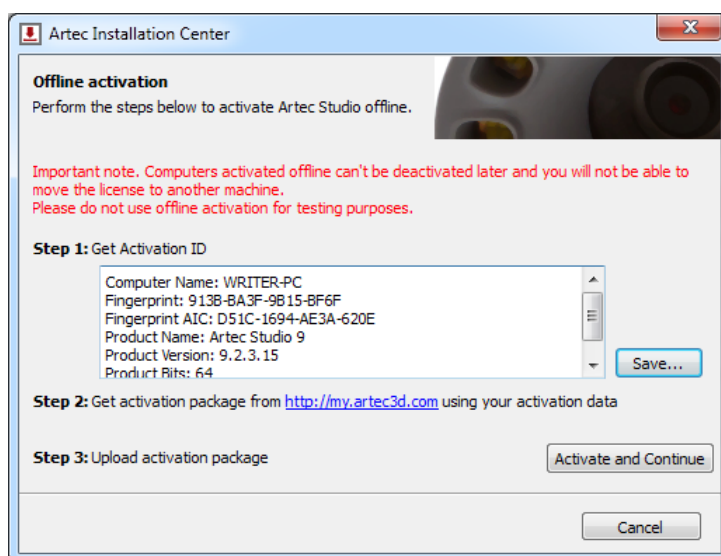

Рис. 4.15: Окно офлайн-активации
3. В окне офлайн-активации (Рис. 4.15) нажмите *Сохранить...* и сохраните файл с идентификатором активации на флеш-диск или другой носитель.